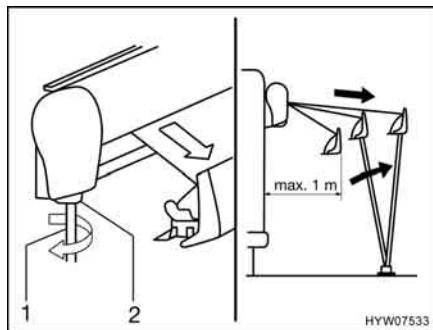

Fig. 38 Estrazione della tenda
- Inserire la manovella (Fig. 38,1) nel supporto a baionetta (Fig. 38,2) della tenda e girarla in senso antiorario.